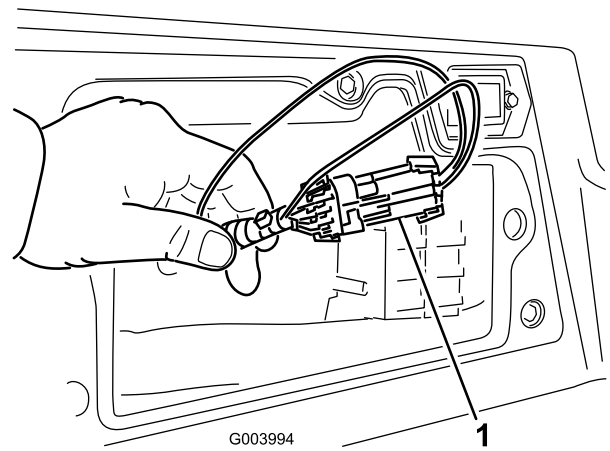

**Bild 47**
3. Ermitteln Sie den Kabelbaum und die Stecker in der Nähe des Controllers (Bild 47).